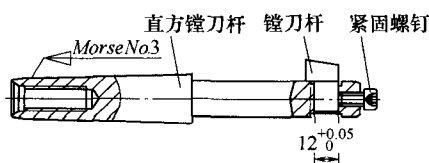

图 2
(1) 自制专用刀具(其实也就是直方镗刀的这种新式用法),由直方镗刀杆、镗刀头和紧固螺钉组成,镗刀头由固定螺钉固定在刀杆的带公差配合方槽内(见图2)。其中直方镗刀杆对加工质